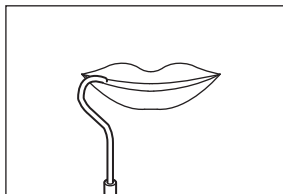

Fig. 6
- 2) Coloque el gancho labial en la comisura del paciente. (Fig. 6)